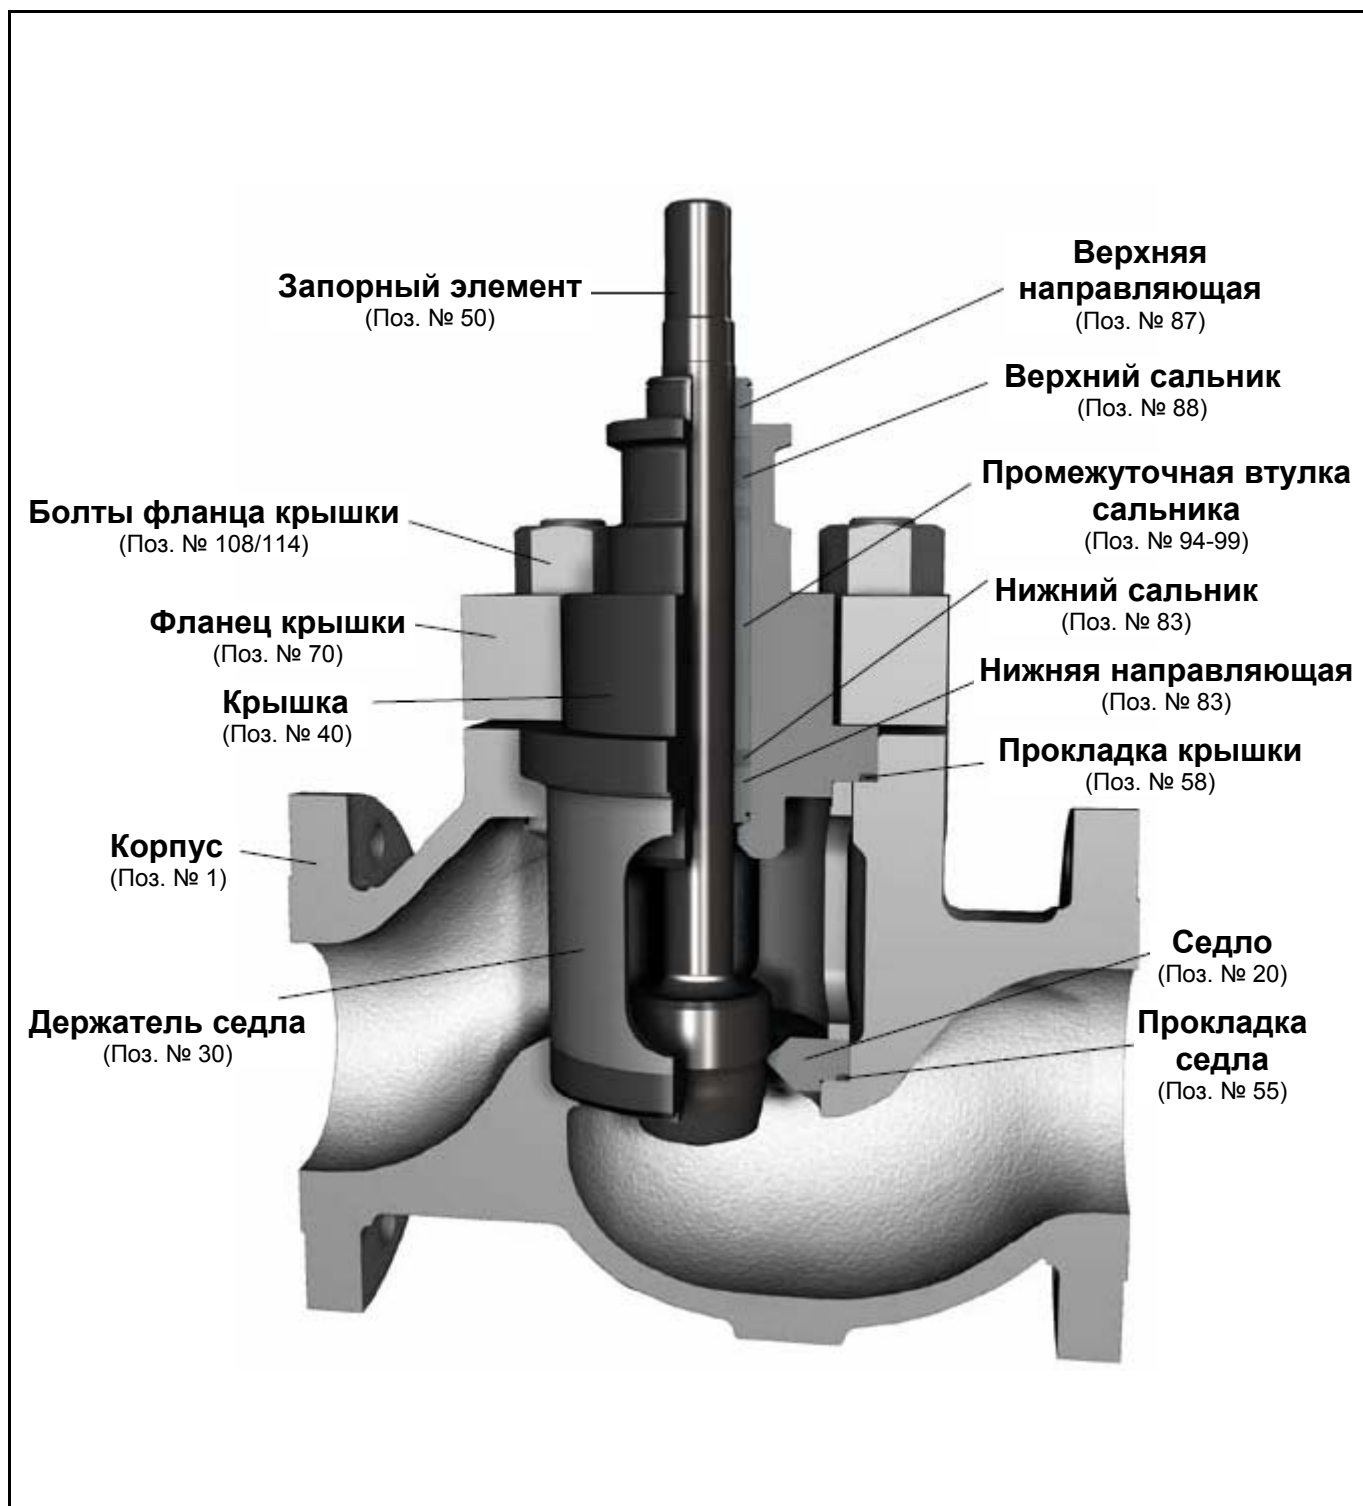

Рисунок 1. Регулирующий клапана Mark One
6.1. Инструкции по разборке клапана приводятся ниже (см. также рис. 1, 2 и 3).